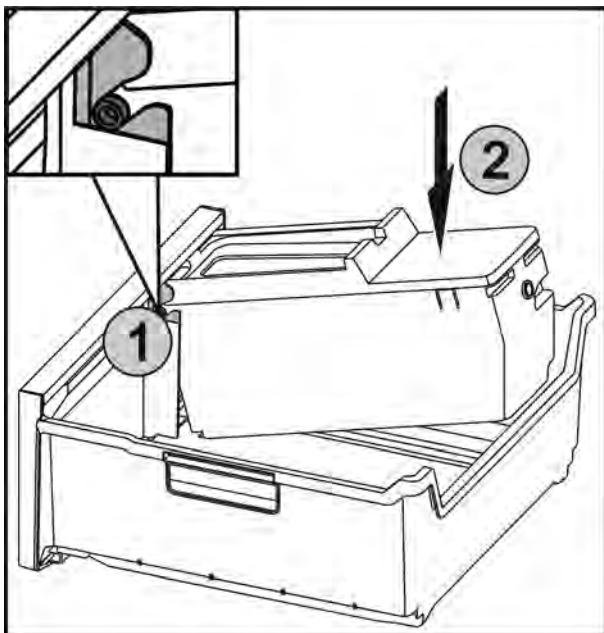

Fig. 59
- Вставить оси Fig. 59 (1) на EasyTwist-Ice в направляющие и вдавить заднюю сторону Fig. 59 (2) до фиксации накладки.